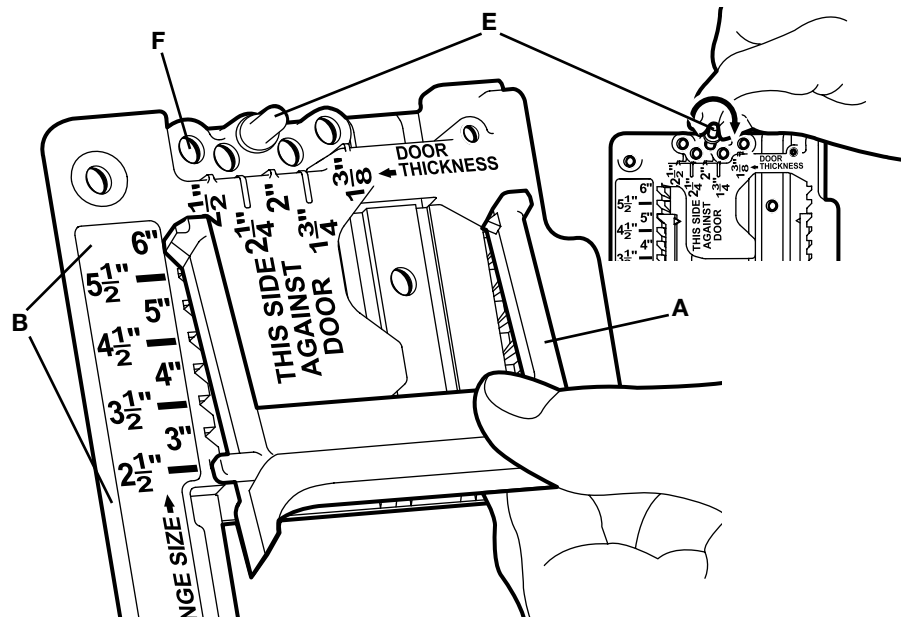

Fig. 2
Set template to the proper hinge size by setting both adjustable guides (one shown at (A) Fig. 2) to the proper stop. There are stops (B) in the guide to accommodate hinges from 6" to 2-1/2" in length, in half-inch increments. To resize the guides, pull down through each stop to the desired length.
Move peg (E) Fig. 2 to proper door thickness stop (F) (1-3/8" to 2-1/2"). Once peg is in place, twist clockwise to lock. Repeat for other end.
Régler le gabarit à la taille correcte de la charnière en ajustant les deux guides (dont un est illustré en (A), Fig. 2), à la butée adéquate. Le guide comporte des butées (B) pour des charnières de 152 à 63,5 mm (6 à 2 1/2 po) de longueur, par incréments de 12,7 mm (1/2 po). Pour régler de nouveau les guides, les abaisser en passant d'une butée à l'autre jusqu'à la longueur de charnière souhaitée.
Déplacer la cheville (E), Fig. 2, à la butée (F) qui correspond à l'épaisseur de porte appropriée (34,9 à 63,5 mm [1-3/8 à 2 1/2 po]). Une fois la cheville en position, la tourner en sens horaire pour la bloquer. Répéter pour l'autre extrémité du gabarit.
Fije la plantilla en el tamaño de bisagra adecuado colocando ambas guías ajustables (una se muestra en (A) Fig. 2) en el tope adecuado. Hay topes (B) en la guía para bisagras de 152,4 mm (6") a 63,5 mm (2 1/2") de largo, con incrementos de 12,7 mm (1/2"). Para redimensionar las guías, tire hacia abajo a través de cada tope hasta el largo de bisagra deseado.
Mueva la clavija (E) Fig. 2 hasta el tope de grosor de puerta adecuado (F) (34,9 mm a 63,5